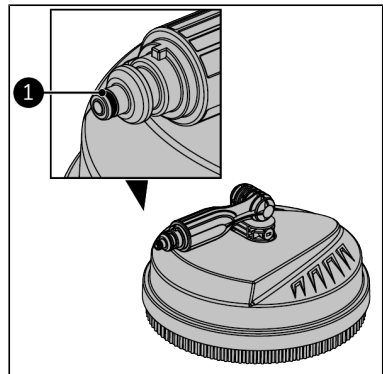

Abbildung 58.
4. Tragen Sie Vaseline auf den O-Ring des Bodenreinigers (Abbildung 58, Pos. 1) auf.